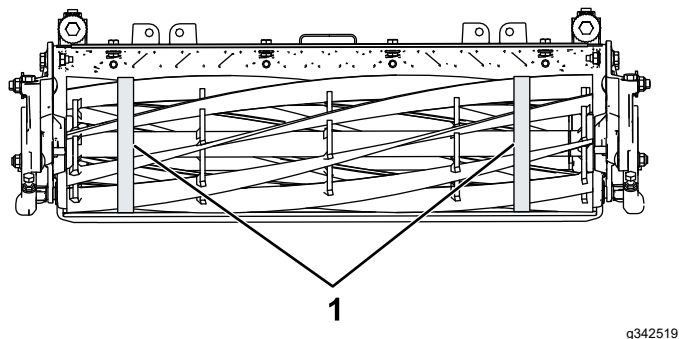

图 36
3. 用直径卷尺测量滚刀两端的外径图 36 两端之间的外径差应小于 0.250mm。如果差异较大请进行研磨以修正差异。